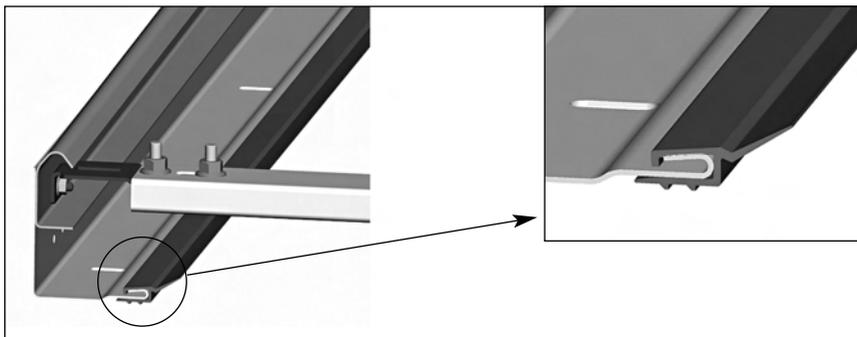

Рис. 10. Установка мерной планки и уплотнительной вставки
Перед монтажом необходимо распаковать опорные стойки и установить уплотнительные вставки, как показано на рис. 10.
- установить мерную планку между опорными стойками (рис. 10);